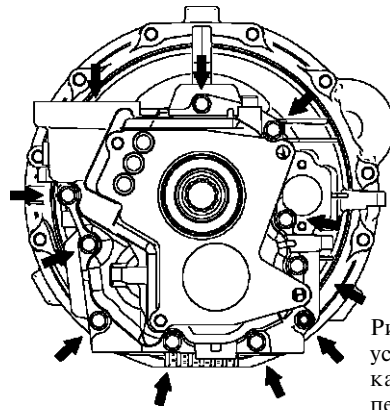

Рис. 6.9. Снятие и
9. Снимите передний картер коробки передач, отвернув болты крепления (показаны стрелками) (рис.6.9).